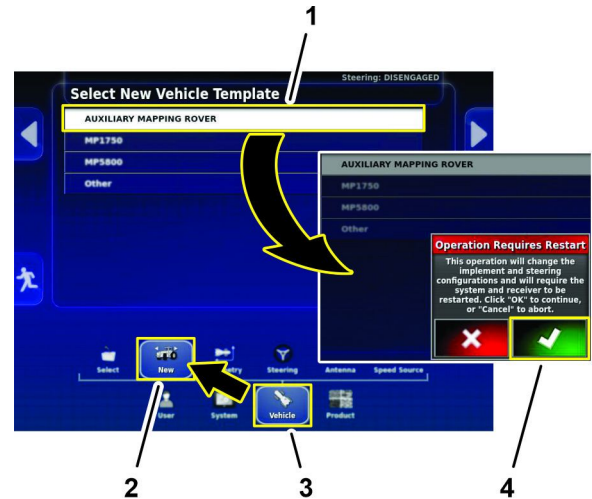

图 185
3. 在设置屏幕上按车辆图标和新建图标图 185。
4. 在选择新车辆模板页面按辅助绘图车图标图 185。
5. 在操作需要重新启动对话框中按"确认"图标图 185。